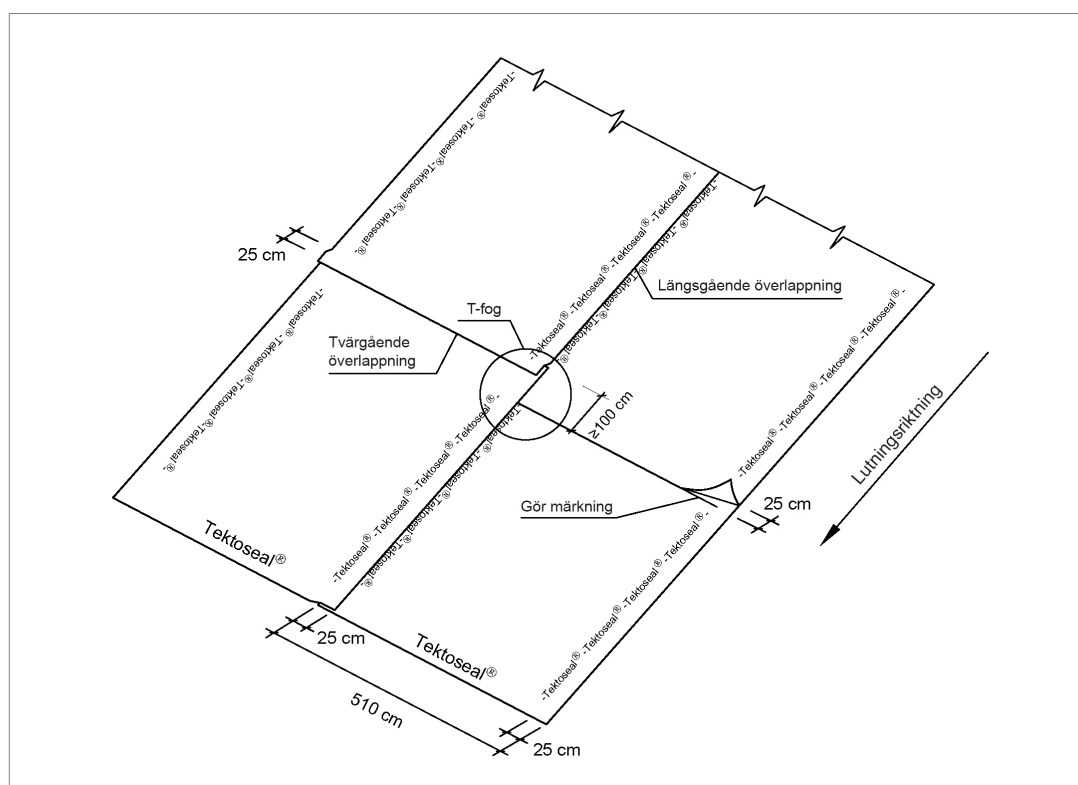

Fig. 5: : Illustration av fogar mellan Tektoseal®-mattorna
- T-fogar ska placeras ut med 1 meters mellanrum (Fig. 5), korslagda fogar får inte användas.